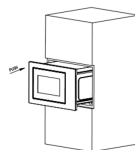

Fig. 1
1. Coloque el horno microondas en el armario empotrado y empújelo hacia delante hasta el final (Fig. 1)